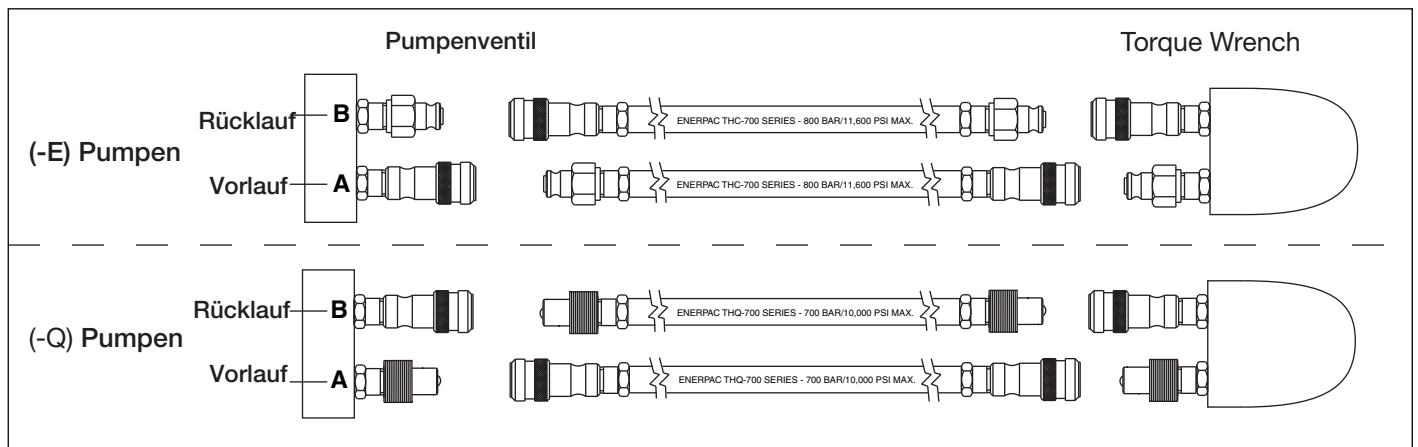

Abbildung 5, Schlauchdetails
Schließen Sie den Schlauch wie für Ihren Pumpentyp (-E) oder (-Q) beschrieben an. Siehe Abb. 5.
2. (-Q)-Pumpentyp für die Verwendung mit Enerpac S und W Drehmomentschlüssel und andere Marken: Verwenden Sie Schläuche, die mit „Enerpac THQ-700 series - 700 Bar/10,000 psi max.“ gekennzeichnet sind. Für den ordnungsgemäßen Steckschlüsseinsatz müssen Kupplungen wie in Abb. 5 polarisiert sein. Stellen Sie vor Inbetriebnahme sicher, dass die Kupplungen vollständig eingerastet und angezogen sind. Teilweises Einrasten der Kupplungen verhindert ordnungsgemäßen Steckschlüsseinsatz.